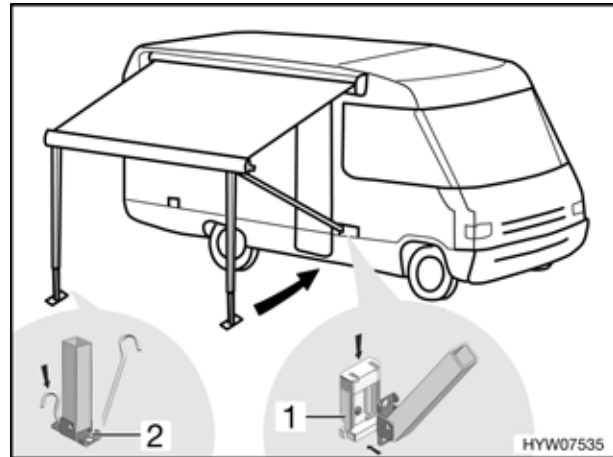

Fig. 36 Fissaggio dei montanti di supporto
- Incastrare i montanti di supporto nei supporti (Fig. 36,1) sull'autocaravan oppure fissarli sul terreno con dei puntelli (Fig. 36,2).